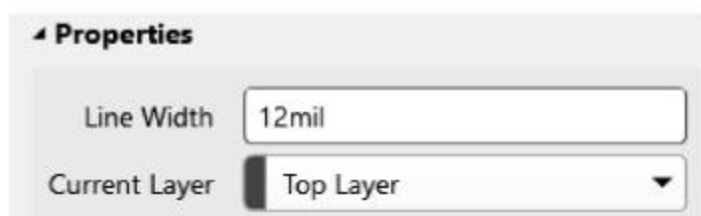

图 3-27 线条属性编辑面板
(1) 执行菜单栏中“放置”→“线条”命令，或单击工具栏中的“放置线条”按钮，光标变成十字形状。
(2) 将光标移到要放置线条的位置，单击鼠标确定线条的起点，多次单击确定多个固定点。在放置线条的过程中，如需要拐弯，可以单击确定拐弯的位置，同时按“Shift+空格键”组合键切换拐弯模式。在 T 形交叉点处，系统不会自动添加节点。线条绘制完毕后，右击鼠标或按 Esc 键退出。
(3) 设置线条属性。双击需要设置属性的线条(或在绘制状态下按 Tab 键)，系统将弹出相应的线条属性编辑面板，如图 3-27 所示。